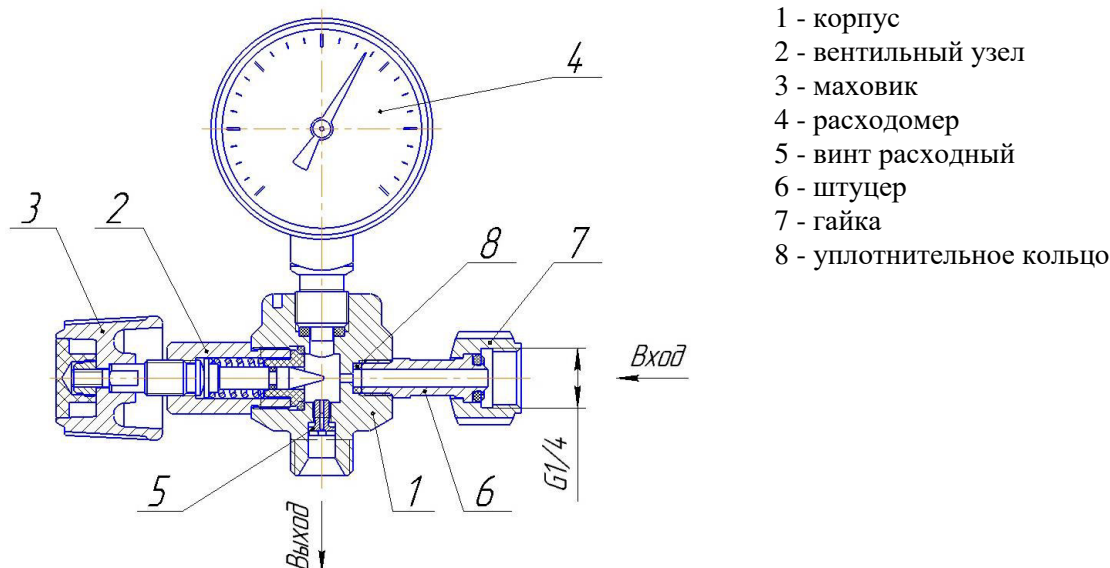
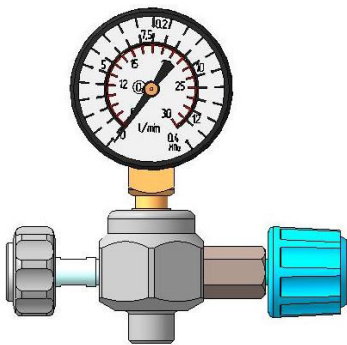
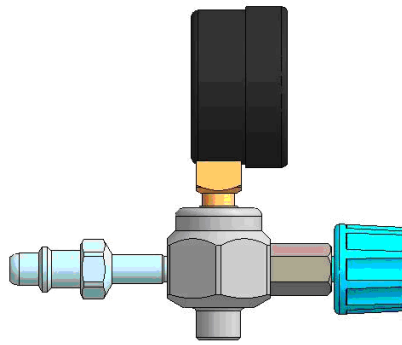

Рис.1 Устройство клапана К-2413-10 (правый)
Рис.4 Клапан запорный
Рис.5 Клапан запорный
4.1 Внешний вид клапанов показан на рис.1, 4, 5.
Для крепления изделия на запорных клапанах К-1101-16, К-2102-16 (клапана типа ВКМ) (см. рис.1 и рис.4) имеется штуцер 6 с гайкой 7. В исполнении для крепления в СКБ (см. рис.5) используется сменный штуцер. Сменный штуцер герметизируется уплотнительным кольцом 8.